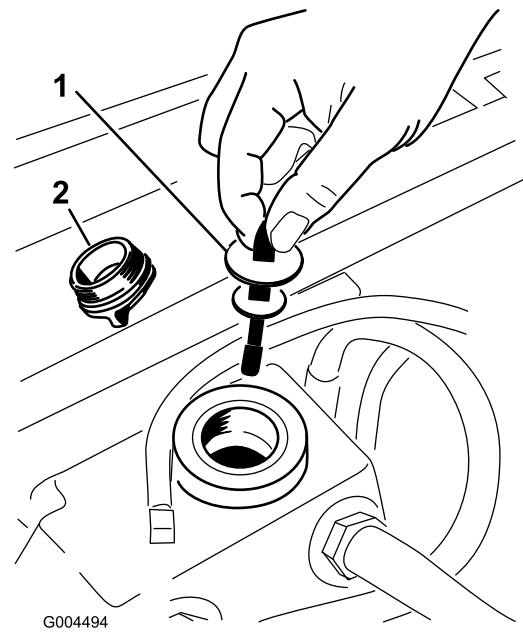

Figura 70
3. Retire el tapón de llenado de aceite hidráulico (Figura 70) del cuello de llenado.
4. Retire la varilla y límpiela con un paño limpio (Figura 70).
5. Introduzca la varilla en el cuello de llenado; luego retírela y verifique el nivel del aceite (Figura 70).